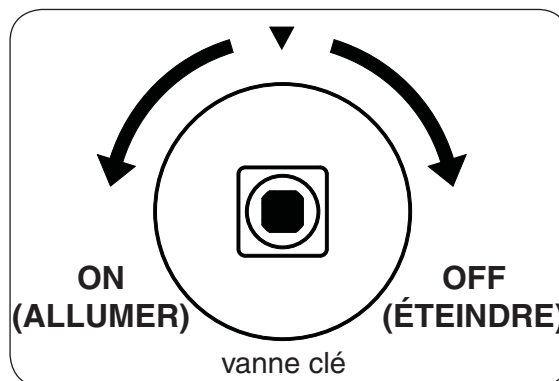

Fig. 24-2
4. **Une fois que le match est en feu et en position**, tourner lentement la vanne clé dans le sens antihoraire vers la position **ON (allumer)** jusqu'à ce qu'il ne tourne plus (voir Fig. 24-2). Votre brûleur devrait s'allumer.
Pour éteindre votre brûleur à gaz, insérez la clé dans la valve touche et tournez la valve dans le sens horaire vers la position d'arrêt jusqu'à ce qu'il ne tourne plus (voir Fig. 24-2). Assurez-vous que le bouton de commande est tourné à fond au large pour éviter toute fuite de gaz.